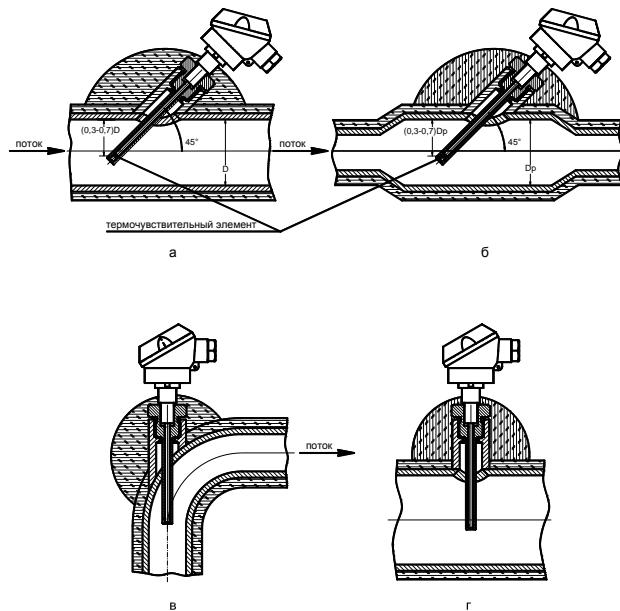

Рисунок 6.8 Рекомендуемые варианты установки термопреобразователей на трубопроводе
6.5.3 Если диаметр чувствительного преобразователя ТС превышает 0,13D, то допускается при установке ТС применять расширитель (рисунок 6.8 б), где D_р – внутренний диаметр расширителя.